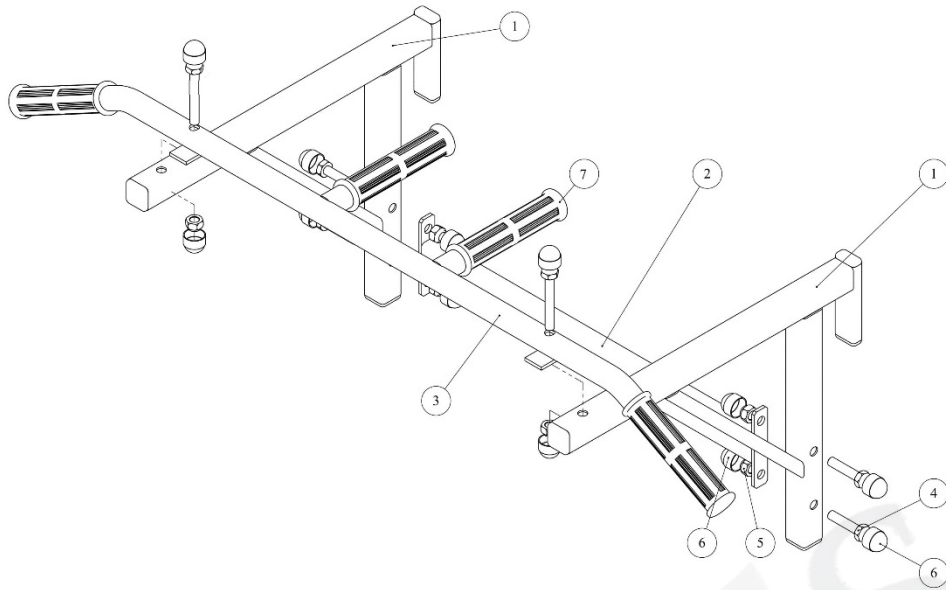

Рис. 1
- 7.1 Собрать и установить изделие согласно рис. 1